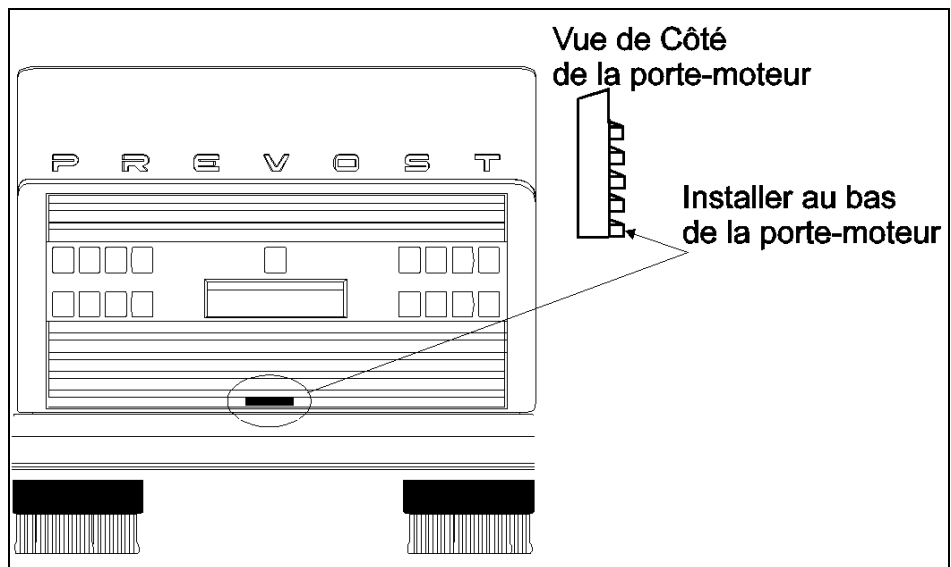

FIGURE 2: VUE ARRIÈRE D'UNE CARROSSERIE D'AUTOCAR H3
1. Installer l'autocollant fourni avec ce bulletin tel qu'indiqué aux figures 2 et 3.